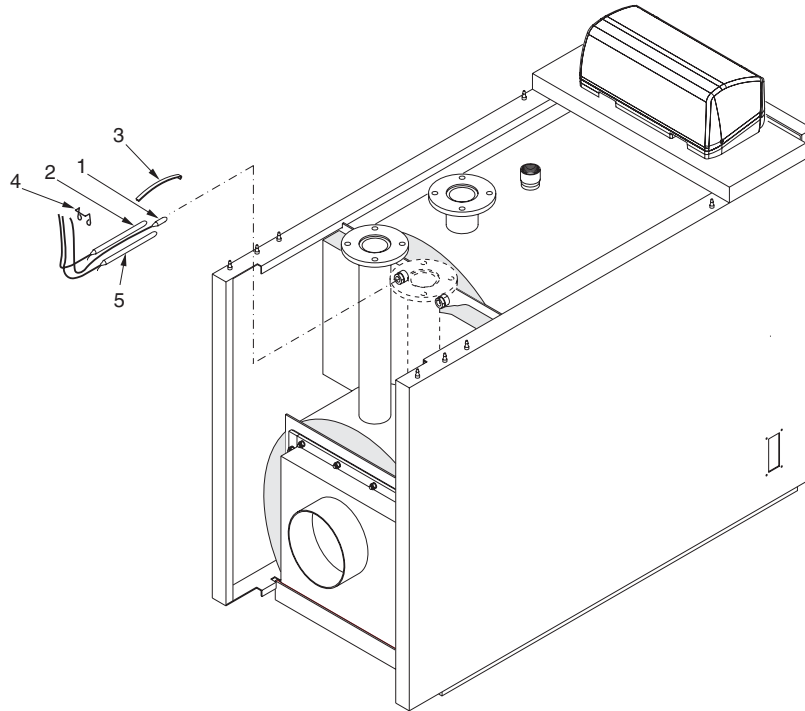

fig. 21
- Insérer dans le(s) doigt(s) de gant supérieur(s) les bulbes des sondes de régulation comme indiqué dans la fig. 21 et effectuer ensuite les raccordements électriques (alimentation 230V-50Hz, brûleur, pompes...). Refermer ensuite le tableau de commande. Faire passer la fiche d'alimentation du brûleur à travers la petite plaque latérale (pos. 12) située sur le côté par lequel on veut sortir et bloquer ensuite le câble au moyen du passe-câble fourni à cet effet.
- A) Mettre en place les manteaux isolants (pos. 1 et 2) autour du corps de chauffe et les fixer ensuite au moyen des agrafes élastiques (pos. 3) s'accrochant simplement sur le tissu externe de ce dernier.
- B) Mettre en place le panneau isolant postérieur (pos. 4).
- C) Ouvrir la porte foyère de la chaudière et mettre en place le calorifuge antérieur (pos. 5) en introduisant les charnières dans les pré-découpes prévues à cet effet.
- D) Mettre en place les panneaux latéraux (pos. 6 et 7) avec leur pliure inférieure insérée dans les profilés en "L" soudés à la base du corps de chauffe et faire porter leur partie supérieure dans les encoches prévues à cet effet. Pour déterminer lequel des panneaux est le droit ou le gauche, se référer aux orifices prévus pour le passage des câbles qui devront toujours se retrouver sur l'avant de ces mêmes panneaux.
- E) Fixer le profilé antérieur inférieur de renfort (pos. 8) sur la face externe antérieure des panneaux latéraux (pos. 6 et 7).
- F) Tourner vers l'avant le couvercle du tableau de commande après avoir retiré au préalable les 2 vis latérales de maintien de celui-ci et introduire dans les orifices prévus à la base de ce même tableau les câbles électriques et les capillaires des thermostats. Fixer le tableau de commande sur le panneau supérieur de l'habillage (pos. 9). Faire reposer le panneau supérieur (pos. 9), avec le tableau de commande fixé dessus, sur les deux côtés de l'habillage.
- G) Insérer dans le(s) doigt(s) de gant supérieur(s) les bulbes des sondes de régulation comme indiqué dans la fig. 21 et effectuer ensuite les raccordements électriques (alimentation 230V-50Hz, brûleur, pompes...). Refermer ensuite le tableau de commande. Faire passer la fiche d'alimentation du brûleur à travers la petite plaque latérale (pos. 16) située sur le côté par lequel on veut sortir et bloquer ensuite le câble au moyen du passe-câble fourni à cet effet. Fixer les petites plaques (pos. 16) sur les côtés de l'habillage.
- H) Mettre en place, puis fixer les panneaux postérieurs (pos. 13 et 14) sur la partie arrière des deux panneaux latéraux (pos. 6 et 7). Fixer les serre-câbles (pos. 15) sur le panneau postérieur supérieur (pos. 14). Bloquer les câbles électriques sortant de la chaudière au moyen des serre-câbles prévus à cet effet, en les serrant modérément.
- I) Mettre en position le panneau supérieur postérieur (pos. 10), puis emboîter celui-ci sur les panneaux latéraux (pos. 6 et 7).
- J) Mettre en position les panneaux longitudinaux supérieurs (pos. 11 et 12), puis emboîter ceux-ci sur les panneaux latéraux (pos. 6 et 7).
- H) Insérer dans le(s) doigt(s) de gant supérieur(s) les bulbes des sondes de régulation comme indiqué dans la fig. 21 et effectuer ensuite les raccordements électriques (alimentation 230V-50Hz, brûleur, pompes...). Refermer ensuite le tableau de commande.